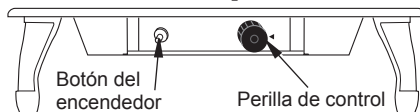

Figura 16 - Ubicación de la perilla de control y del botón del encendedor
4. Espere cinco (5) minutos a que se disipe el gas. Luego acérquese para ver si percibe olor a gas, incluso cerca del suelo. Si percibe olor a gas, ¡DETÉNGASE! Siga el punto "B" en la información de seguridad, en la columna 1. Si no percibe olor a gas, continúe con el siguiente paso.
5. Gire la perilla de control en sentido contrario al de las manecillas del reloj ↺ hasta la posición PILOT (piloto). Presione la perilla de control durante cinco (5) segundos (consulte la figura 16).